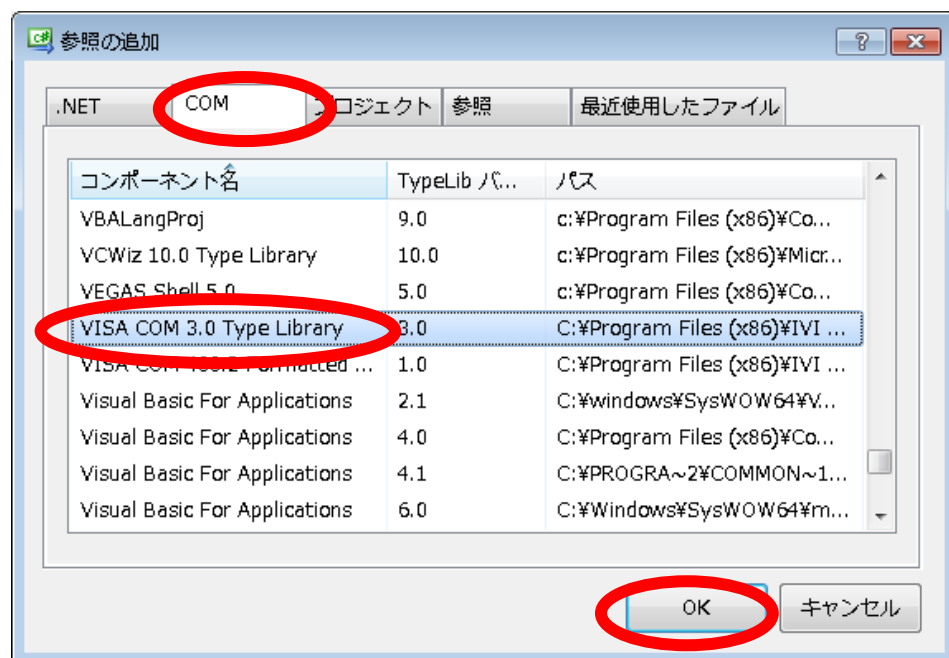

図 11 VISA COM 3.0 Library の追加(Visual C#)
⑥ COM ライブラリから VISA COM 3.0 Library を選択して OK ボタンを押します。(図 11 参照)